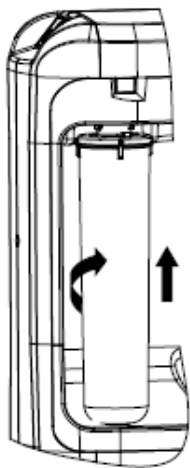

Fig. 10a
- Cartușele sunt inserate în colectorii corespunzători până când se opresc și apoi se rotesc în sensul acelor de ceasornic, așa cum se arată în Fig. 10a, până fac clic.
- Introduceți cartușul nou în unitatea colectoare corespunzătoare până când se oprește și rotiți în sensul acelor de ceasornic, așa cum se arată Fig. 10a, până face clic.